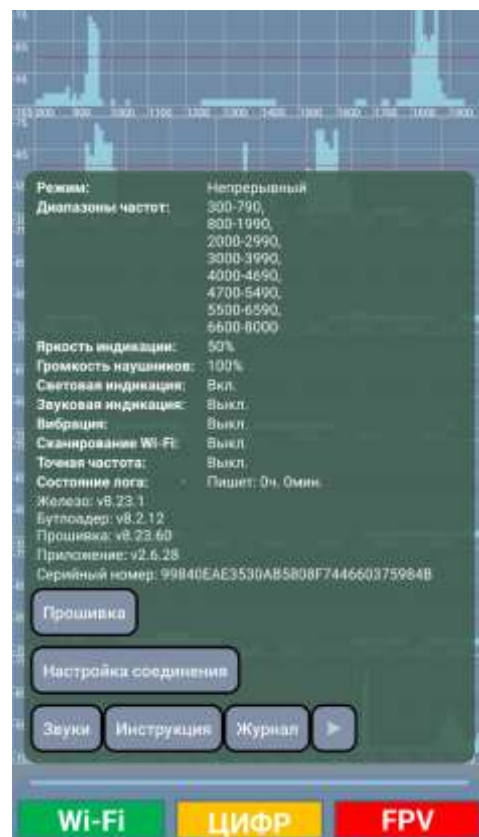

Рисунок 11
- для перехода в режим прошивки зайти в меню  и нажать кнопку «Прошивка» (рисунок 11). После нажатия кнопки «Прошивка» выполняется проверка подключенных устройств (блок обнаружения и ПДУ);